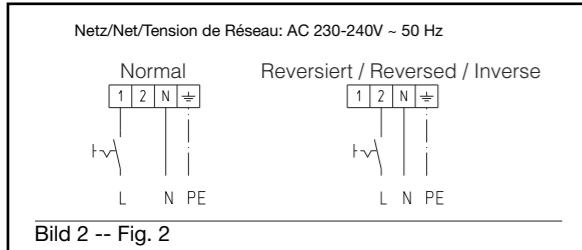

Bild 2 -- Fig. 2
**Attention: Tous les travaux doivent être effectués hors tension!** Le branchement électrique doit être effectué par un électricien qualifié. Les consignes de sécurité et les règles d'installation en vigueur doivent être respectées. A effectuer selon le schéma de branchement (fig. 2). Le raccordement doit se faire par un interrupteur coupant tous les pôles. Alimentation: 3 x 1,5mm2
Der elektrische Anschluss darf nur von einer Elektrofachkraft ausgeführt werden. Die einschlägigen Sicherheits- und Installationsvorschriften sind zu beachten. Bitte Schaltplan, Bild 2 beachten. Der Anschluss muss über einen allpolig abschaltbaren Netztrennschalter erfolgen. Zuleitung: 3 x 1,5 mm2. Die Drehrichtung des Ventilators kann beim Anschluss gewählt werden (siehe Schaltplan) oder mit einem Wechselschalter umgeschaltet werden: Bei Anschluss an L1 bläst der Ventilator die Luft nach unten, bei Anschluss an L2 nach oben.
**⚠ Attention: All work must be carried out with the equipment fully isolated from the power supply!** Electrical connection must be by qualified personnel. All relevant safety and installation regulations must be observed. Observe wiring diagram, Fig. 2. Connection must be made through a fused double-pole isolating switch. Cable: 3 x 1.5mm2.